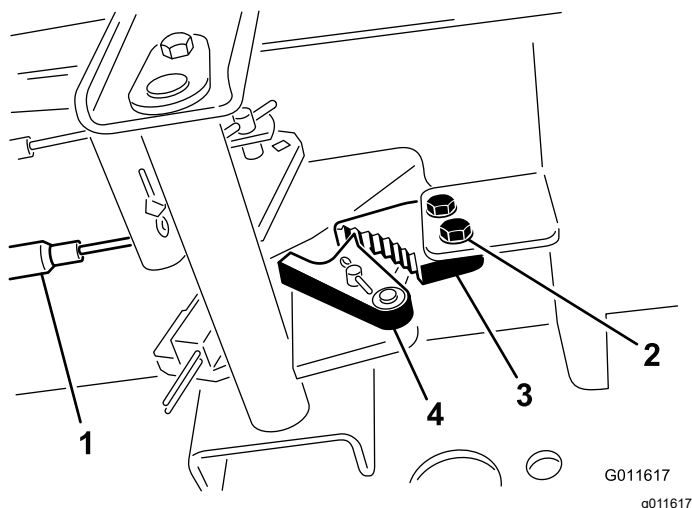

図 85
1. 駐車ブレーキのツメをフレームに固定しているねじ2本をゆるめる 図 85。
2. ブレーキのツメが戻り止めに完全に掛かるまで駐車ブレーキペダルを前に踏み込む 図 85。